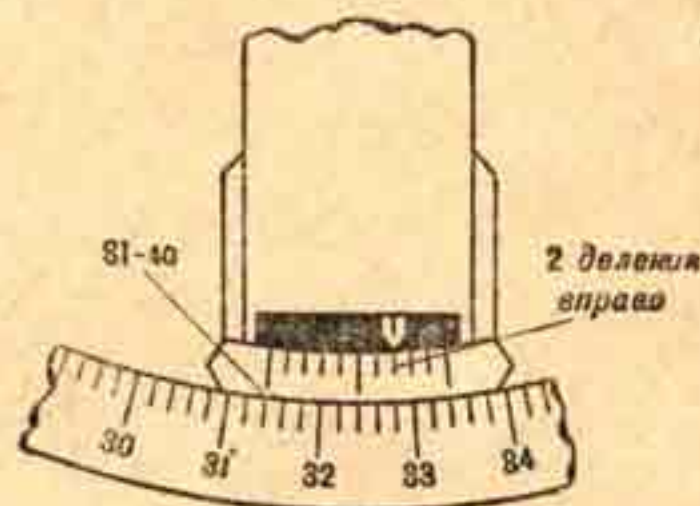

Рис. 101. Угломер установлен на деление 31-44.
**Задача 2.** Установить угломер на деление 31-44. Сначала установить указатель визирной линейки на деление 31-40. Затем, вращая винт визирной линейки, перевести дополнительный указатель вправо на два деления дополнительной шкалы (рис. 101).